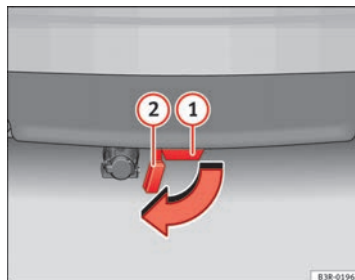

Fig. 166 Parachoques trasero: Abrir el tapón
- Extraiga hasta el tope final el tapón (2) ⇒ fig. 166 del tubo de enclavamiento (1) que se encuentra debajo del parachoques. El tapón encastra de un modo automático en el tope final.